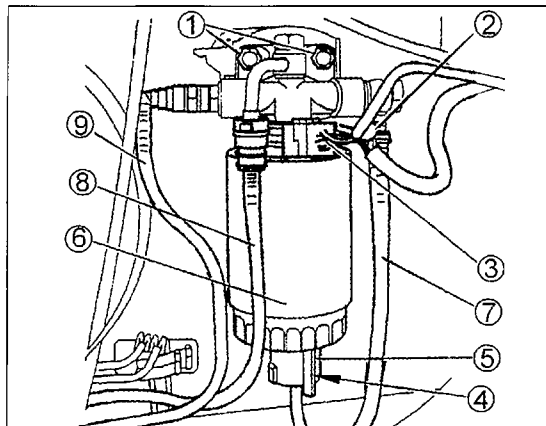

Bild 163
Der Filter ist in Bild 163 bei einem HDI-Motor gezeigt (2.0- und 2.8-Liter-Motor gleich). Der Filter ist mit einer austauschbaren Filterpatrone (6) versehen. Ein Thermostatsensor (3) steuert die Kraftstofftemperatur. Falls die Temperatur unter 6°C liegt, beheizt ein elektrisches Heizelement den Kraftstoff, bis dieser eine Temperatur von 15°C erreicht hat, ehe er an die Hochdruckpumpe befördert wird. Ein Sensor an der Unterseite des Filtergehäuses (4) überwacht den Wasserinhalt des Kraftstoffs. Falls Wasser im Kraftstoff „aufgespürt“ wird, wird dies durch eine Warnleuchte im Armaturenbrett angezeigt.